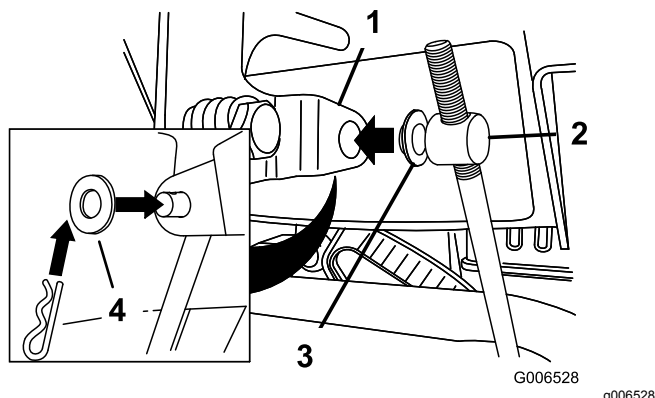

Figura 12
3. Rimuovete la coppiglia e la rondella esterna dal barilotto sull'estremità superiore dell'asta di comando della velocità (Figura 12).
Nota: Per agevolare l'installazione lasciate la rondella piana sul barilotto (Figura 12).
6. Sollevare l'asta di comando della velocità e inserire il barilotto nel foro della leva del selettore della velocità (Figura 12).
- B. Scollegate il barilotto dalla leva del selettore di velocità (Figura 12).
- C. Girate il barilotto verso il basso (in senso orario) sull'asta di comando della velocità (Figura 12).
- D. Collegate il barilotto alla leva del selettore di velocità (Figura 12).
- C. Girate il barilotto verso l'alto (in senso antiorario) sull'asta di comando della velocità (Figura 12).